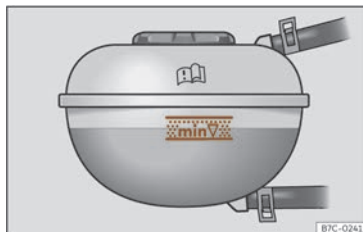

Fig. 185 Nel vano anteriore: segno nel serbatoio di compensazione del liquido di raffreddamento.
- Con il sistema di propulsione elettrico freddo, controllare il livello del liquido di raffreddamento negli evidenziatori laterali del serbatoio di espansione >>> **fig. 185**. Il livello del liquido di raffreddamento dovrebbe essere compreso tra le tacche.
● Il livello del liquido di raffreddamento deve trovarsi fra le tacche del serbatoio di compensazione >>> **fig. 185**. **Non oltrepassare mai il bordo superiore della zona evidenziata**
- Nell'aggiungere il liquido di raffreddamento, non oltrepassare il bordo superiore della zona evidenziata >>> **fig. 185**. In caso contrario, quando la temperatura aumenta, il liquido in eccesso verrà espulso dal sistema di raffreddamento del motore e potrebbe causare danni.